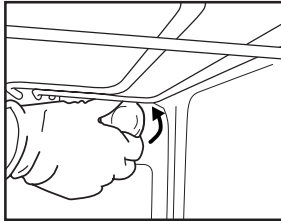

Fig. 4
2. Desaperte a cobertura da lâmpada (Fig. 4), substitua a lâmpada (consulte a nota para ver o tipo de lâmpada) e aparafuse novamente a cobertura da lâmpada.